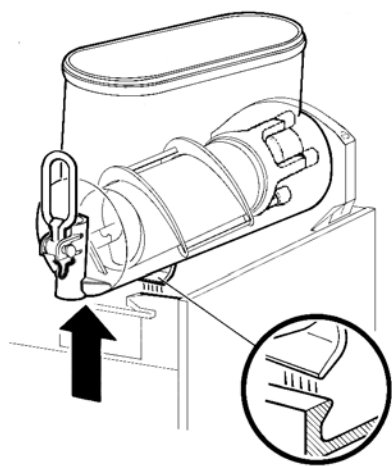
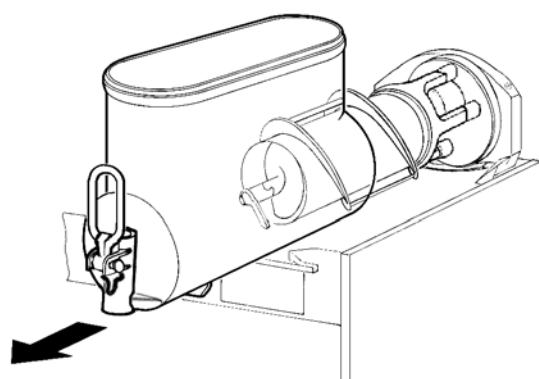

figura 6
figura 7
- 2** Smontare il contenitore spingendone leggermente la parte inferiore (lato rubinetto) verso l'alto per liberarne gli agganci inferiori (vedere figura 6) e sfilandolo successivamente dal davanti (vedere figura 7).